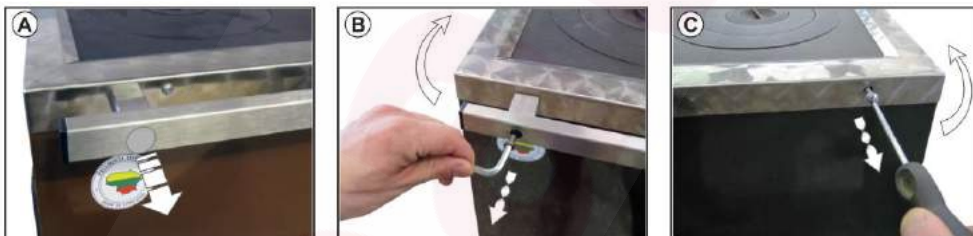

Рис. 4
Если необходимо поручень (18) можно легко переустановить в противоположную сторону котла: снимите декоративные наклейки (см. рис. 4) и отвинтите поручень держащие винты, на противоположной стороне отвинтите два крайние рамку настила (17) держащие винта. Завершив переустановку, установите винты в обратном порядке (см. рис. 4).